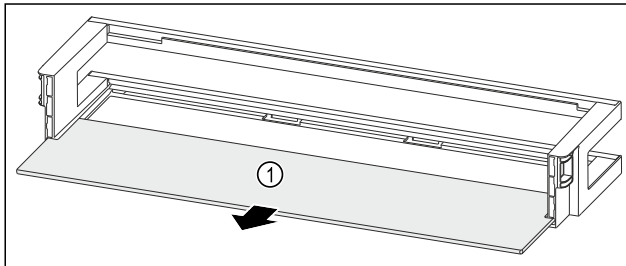

Fig. 115 Türabsteller mit Abstellfläche
- ▶ Abstellfläche Fig. 115 (1) entnehmen.